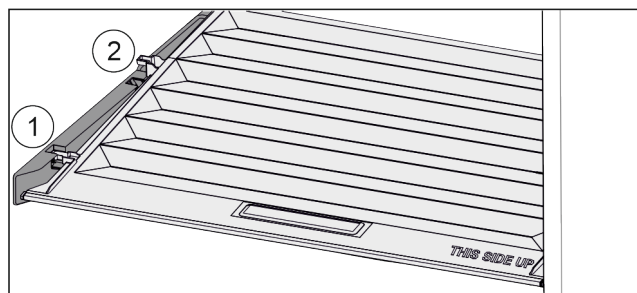

Fig. 27
- ▶ Deksel tot de opening in de vasthouddelen naar voren trekken Fig. 27 (1).
- ▶ Aan de achterkant vanaf de onderkant omhoog tillen en vanaf de bovenkant verwijderen Fig. 27 (2).